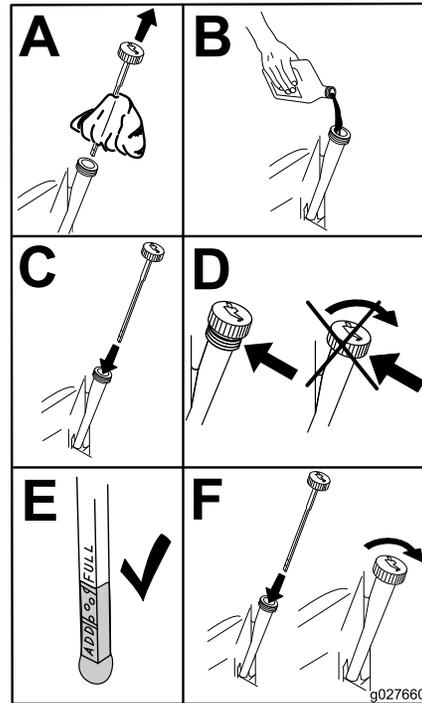

Bild 63
5. Gießen Sie langsam ungefähr 80 % der angegebenen Ölsorte in den Einfüllstutzen und füllen Sie dann vorsichtig mehr Öl ein, um den Ölstand an die **Voll**-Markierung zu bringen (Bild 63).